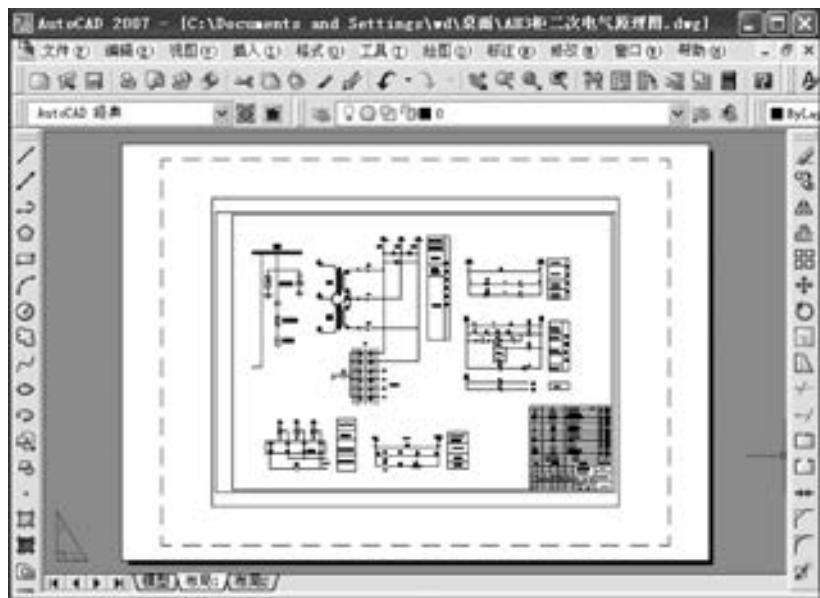

图 6-15 “AH3 柜二次电气原理图”布局视图
【例 6-1】 打开“AH3 柜二次电气原理图”图形，单击“布局 1”选项卡，如图 6-15 所示，以现有布局 1 新建页面设置，将图形打印到 DWF 文件中。
- 1) 打开“AH3 柜二次电气原理图”图形，单击“布局 1”选项卡，如图 6-15 所示。